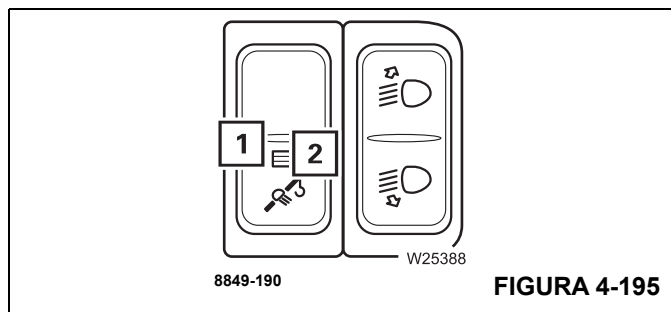

FIGURA 4-195
Con el equipo pertinente, los proyectores giratorios (1), (Figura 4-195), se ubican en la pluma principal. Se controlan desde la cabina de la grúa.
- Empuje el interruptor (1), (Figura 4-195), hacia abajo – la luz (2), (Figura 4-195), se enciende.
- Empuje el interruptor (1), (Figura 4-195), hacia arriba – la luz (2), (Figura 4-195), se apaga.